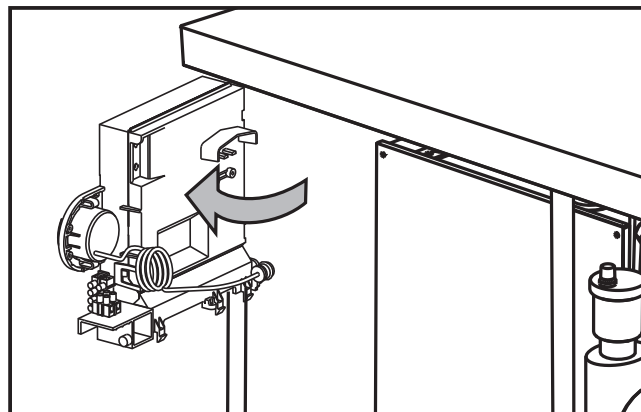

fig. 21
3. Svitare la vite e ruotare il pannello comandi (vedi fig. 21).